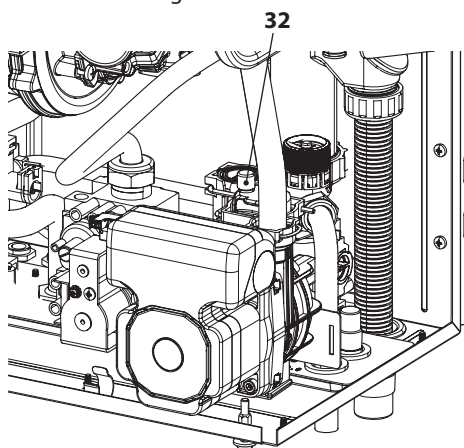

Figura 6.3
- Svitare il tappo della valvola di sfianto automatica 32 in Figura 6.3.